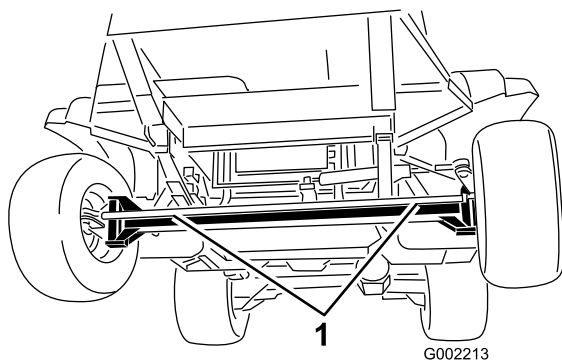
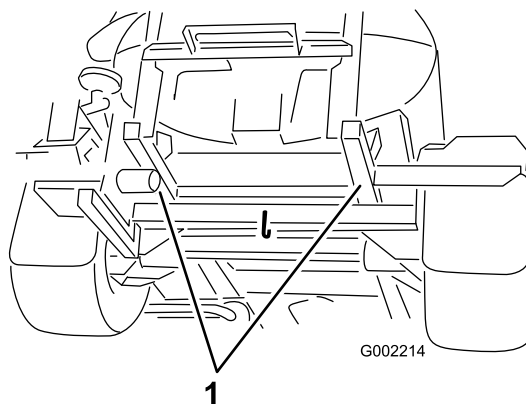

Figure 51
Figure 52
4. Accrochez un câble de remorquage au cadre; voir les points de remorquage avant et arrière (Figure 51 et Figure 52).